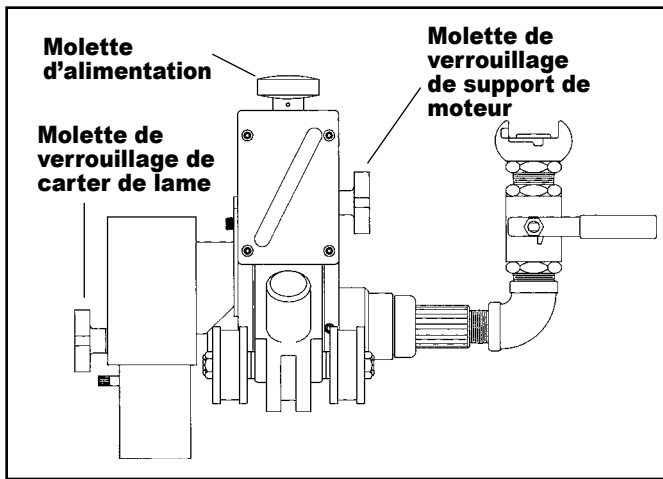

FIG. 4
1. Desserrer la molette de verrouillage de support du moteur. (Fig. 4)
2. Tirer le support de moteur le plus possible vers le haut en faisant tourner la molette d'alimentation dans le sens contraire des aiguilles d'une montre. (Fig. 4)
2. Tourner la molette d'alimentation de l'outil de coupe dans le sens des aiguilles d'une montre. (Fig. 4) Abaisser le moteur et l'outil de coupe vers le tuyau sans toutefois toucher celui-ci. La molette de verrouillage du support de moteur doit être serrée mais le support doit pouvoir toujours glisser.
- 2.* Vérifier l'épaisseur de la paroi du tuyau à couper puis faire tourner la molette d'alimentation (Fig. 4) jusqu'à ce que l'indicateur pointe sur la profondeur souhaitée pour l'outil de coupe. Prévoir au moins 1/4" de lame au-delà de la profondeur de coupe.
*L'unique exception implique l'utilisation de la fraise d'angle avec des tuyaux en plastique où l'outil de coupe doit être engagé jusqu'à ce que la fraise d'angle commence à couper. À ce point, l'indicateur de la jauge de profondeur peut être utilisé pour déterminer la quantité de biseau. L'engagement complet donne un biseau de 5/16". (Fig. 4)
3. Serrer la molette de verrouillage de support du moteur. (Fig. 4)
4. Serrer la molette de verrouillage de carter de lame à environ 1/8" du tuyau. (Fig. 4)